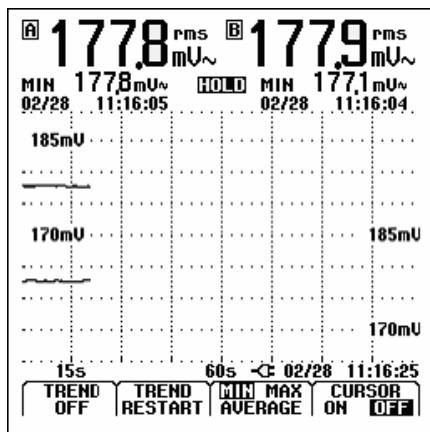

图 5-1. 趋势图读数
③ **F4** 开始 TrendPlot (趋势图)。您将看到如图 5-1 所示的屏幕。